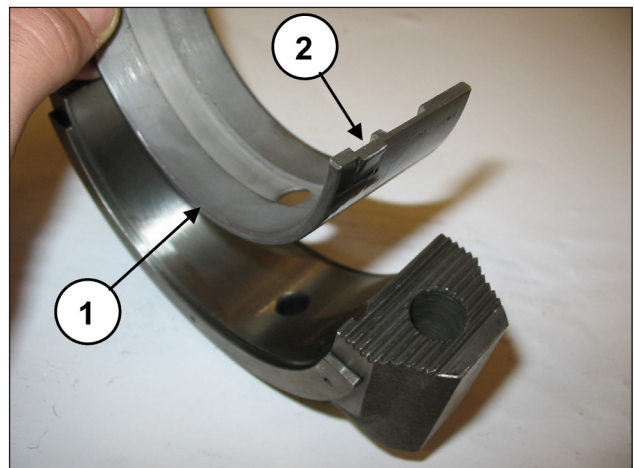
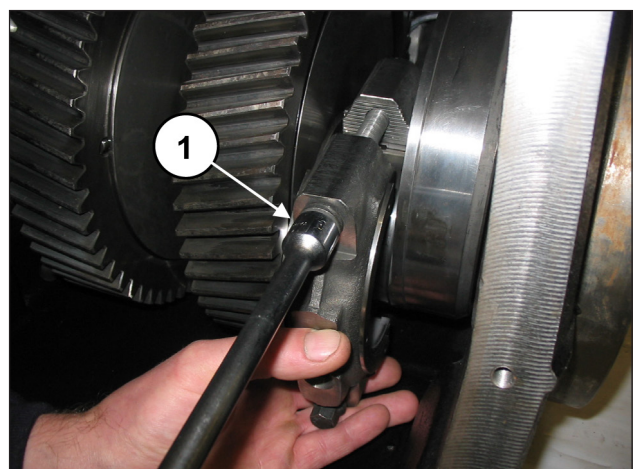

Abb. 83
Abb. 84
Montieren Sie die unteren Lagerschalen an die Pleueldeckel (Pos. ①, Abb. 83) und vergewissern Sie sich dabei, dass die Bezugsmarkierung der Lagerschalen in der entsprechenden Aufnahme am Deckel zu liegen kommt (Pos. ②, Abb. 83). Befestigen Sie die Pleueldeckel mit Pleuelhälften anhand der Schrauben M12x1.25x87 (Pos. ①, Abb. 84).